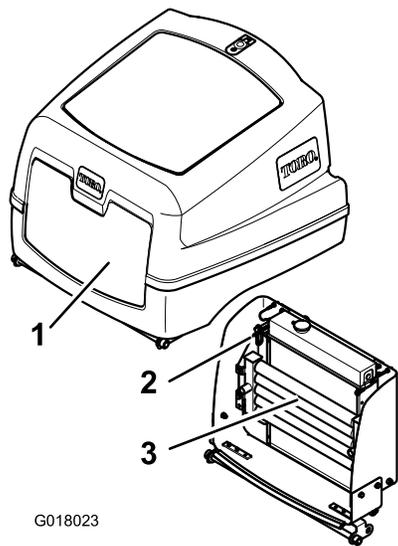

Bild 41
- Lösen Sie den Riegel und öffnen Sie die Motorhaube (Bild 41).